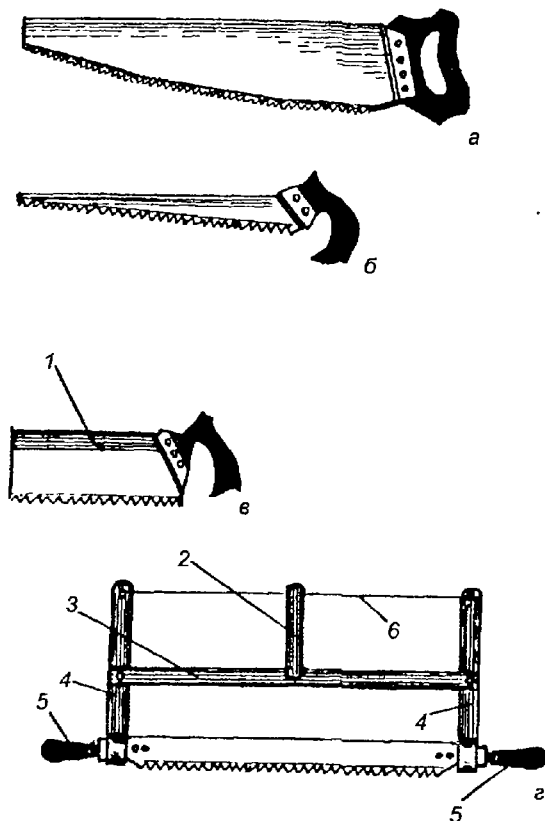

Рис. 147. Пилы
Чтобы получить бруски или доски, дерево распиливают на фрагменты заданной длины. Произвести распиливание можно как вручную, так и механизированным способом. Нас прежде всего интересуют ручные пилы — ножовка и лучковая пила. Ножовки бывают широкие, узкие и с обушком (рис. 147).
Широкая ножовка (рис. 147 а) применяется для поперечной резки древесины. Ширина полотна у данной ножовки (у свободного конца) — 80 мм, толщина 1,2 мм.
Узкая ножовка (рис. 147 б) — в основном для распиливания тонких пиломатериалов, выполнения сквозных пропилов. Применяется для образования криволинейных деталей. В длину ножовка имеет 450 мм, ширина на свободном конце — 20–40 мм. Толщина пилы — 1,5 мм. Заточка зубьев — как и у широкой ножовки.
Ножовка с обушком (рис. 147 в) используется для распиливания мелких отрезков древесины, образования неглубоких пропилов, удобна при подгонке соединений. Верхняя часть пилы имеет утолщение. Ширина полотна у ручки — 149 мм, толщина полотна — 0,8 мм. Для придания полотну жесткости к нему в верхней части приклепывают обушок.
Лучковая пила (рис. 147 г) предназначена как для поперечного, так и продольного распиливания. В ручки (5) стоек (4) вставляют полотно пилы на шпильках. Затем закруткой (2) натягивают тетиву (6) и фиксируют затем закрутку на среднике (3). **Станок лучковой пилы** делают из дерева твердых пород. Для тетивы подбирают прочный, упругий шнур диаметром не менее 3 мм. Лучковые пилы в зависимости от предназначения имеют различную заточку зубьев, различную длину и ширину полотна. **Размашинные пилы** — полотно пилы имеет ширину 45–55 мм, толщину — 0,4–0,7 мм, шаг зубьев — 5 мм, угол заострения зубьев — 40 – 50° . Прямая заточка зубьев. Полотно имеет длину 750–800 мм. Назначение размашинной пилы — продольное пиление. **Попе-**